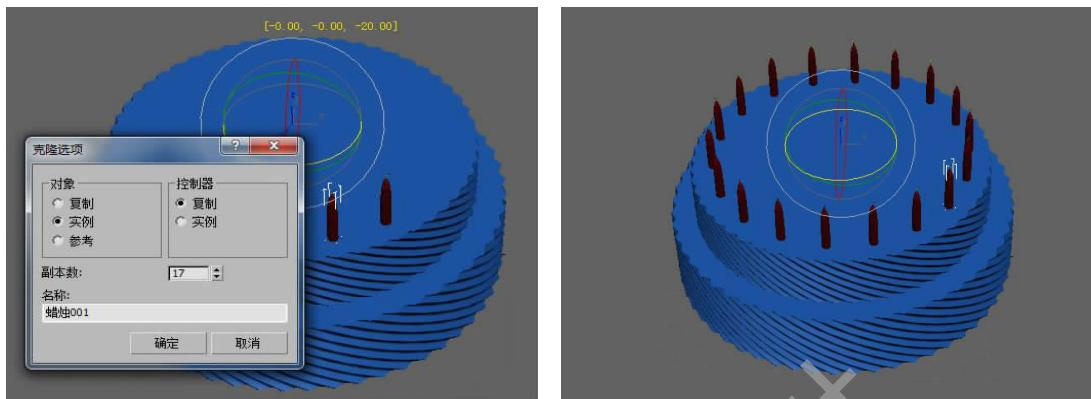

图 2-70 旋转复制
Step 14. 关闭“仅影响轴”按钮，打开 $\angle$ 角度捕捉，按着 Shift 键使用旋转工具旋转并复制蜡烛，如图 2-70 所示。